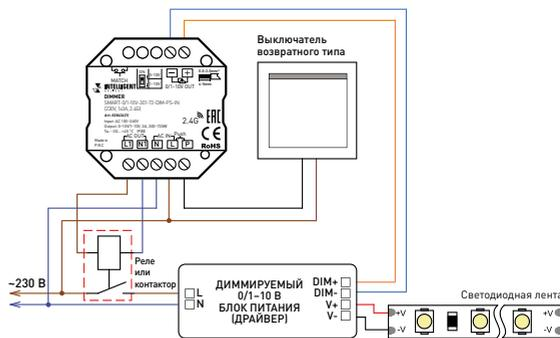

Рис. 3. Схема подключения диммера SMART-0/1-10V-301-72-DIM-PS-IN с использованием реле или контактора
- 3.3. В случае, когда суммарный ток нагрузки, подключаемой к выходу AC OUT, превышает 3 А или пусковой ток превышает 15 А, рекомендуется производить подключение через реле или контактор (рис. 3).